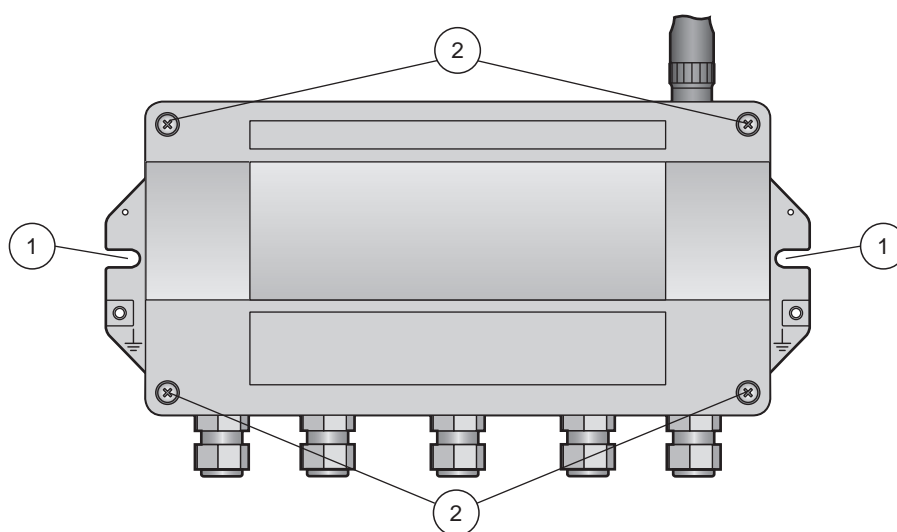

Fig. 4-5: Agujeros de montaje y tornillos de cubierta
- 2 Desatornillar los 4 tornillos de la tapa de la cubierta (véase fig. 4-5 en el capítulo 4.2) y quitar la tapa de la cubierta.
- 2 Si es aplicable, desatornillar los cuatro tornillos de la tapa de la cubierta (véase fig. 4-5 en el capítulo 4.2) y quitar la tapa de la cubierta.